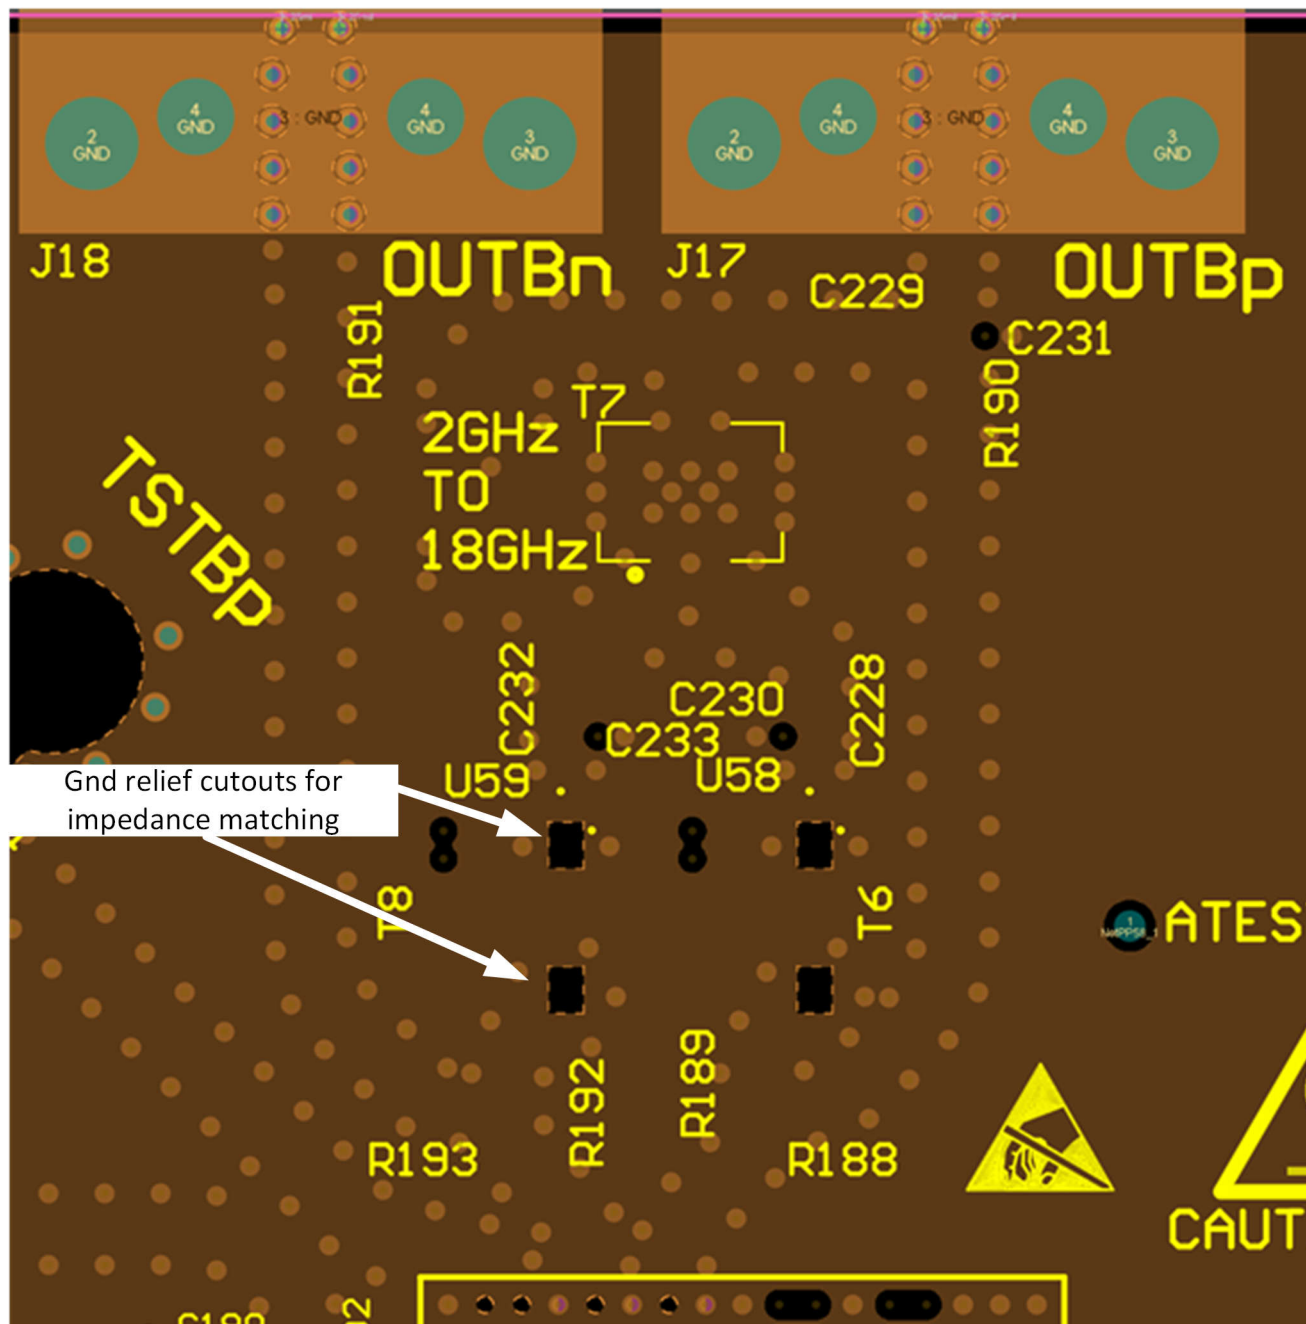

図 9-11. バランピンの下のグランドの切り欠き
- コンポーネントのランディングパッド、すなわち SMA コネクタ、バランなどで必要とされるグランドプレーンの切り欠きをすべて組み込むと、これらの場所でのインピーダンスの不連続性を回避することができます。1 つまたは複数のグランドプレーンのランディングパッドの下の切り欠きにより、必要とされる 50Ω のシングルエンドのインピーダンスを達成するパッドのサイズやスタックアップの高さが実現します。図 9-11 と例を参照してください。